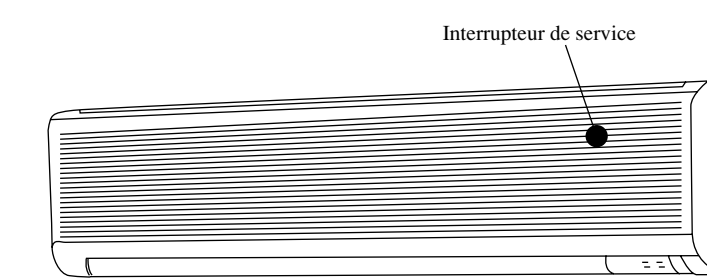

Fig. 8
- (1) Vérifier que l'interrupteur de service est placé sur la position "NORMAL" (Voir figure 8)
- (2) Le bouton doit être installé dans la position supérieure normale ment.